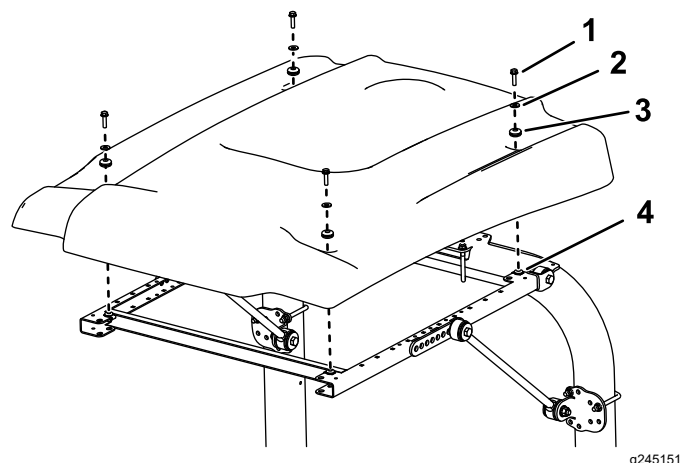

Figura 6
10. Alinee los taladros de montaje y posicione el toldo sobre el bastidor, según se muestra en Figura 6.
11. Sujete provisionalmente cada esquina del toldo al bastidor con un perno con arandela prensada ($\frac{5}{16}$ " x $1\frac{1}{4}$ "), una arandela pequeña y un anillo de goma (Figura 6).